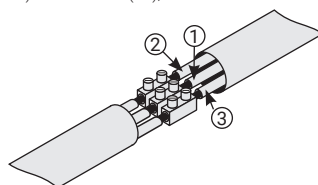

Рис.12
4.2.7. Провод заземления имеет желтый или желто-зеленый цвет и желтый клеммник (рис. 12 «3») фаза (L) - черный цвет и черный клеммник (рис. 12 «1»), ноль (N) - синий цвет и синий клеммник (рис. 12 «2»).